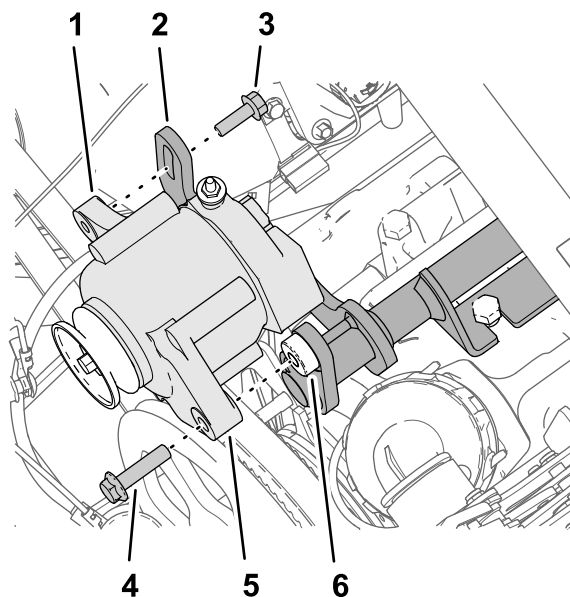

图184
1. 用凸缘头螺栓  $\frac{3}{8} \times 1\frac{1}{2}$  英寸将交流发电机60A组装到交流发电机支架的螺纹轴套上 图184。
2. 用凸缘头螺栓  $\frac{3}{8} \times 1\frac{1}{2}$  英寸将交流发电机的螺纹法兰组装到交流发电机支架的带槽法兰上 图184。